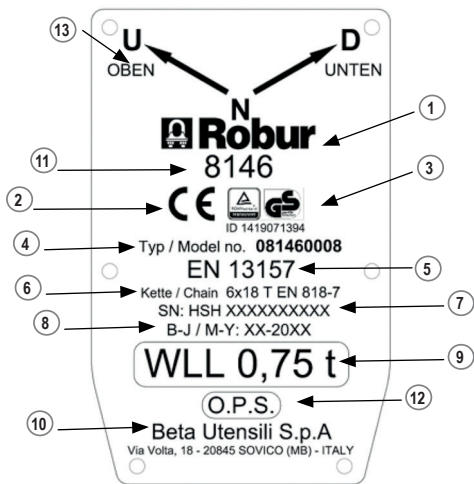
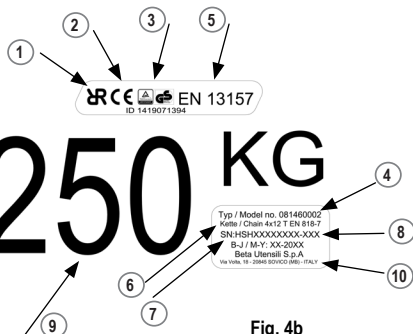

Fig. 4a
Fig. 4b
Toda la información del polipasto está contenida en una placa de datos fijada en el propio polipasto (Fig. 4a – Fig. 4b).
** Para alturas de elevación diferentes de las que se detallan en la tabla de especificaciones técnicas, el número de modelo que lleva la placa de datos en la Fig. 4a y 4b siempre se refiere al modelo con altura de elevación ensayada por el TÜV, es decir 1,5m. Además, en estos casos se aplica una placa de datos ulterior cerca del fin de carrera inferior. La altura de elevación y, por consiguiente, la longitud de la cadena no influyen en el cumplimiento de la norma.